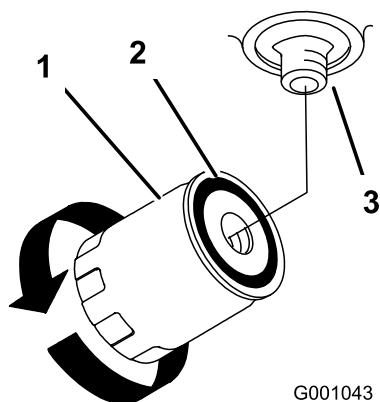

Figura 75
7. Spalmate un velo sulla guarnizione di gomma sul nuovo filtro (Figura 75).
senso orario fin quando la guarnizione di gomma tocca il riduttore del filtro; a questo punto serrate il filtro girandolo di un altro mezzo giro (Figura 75).